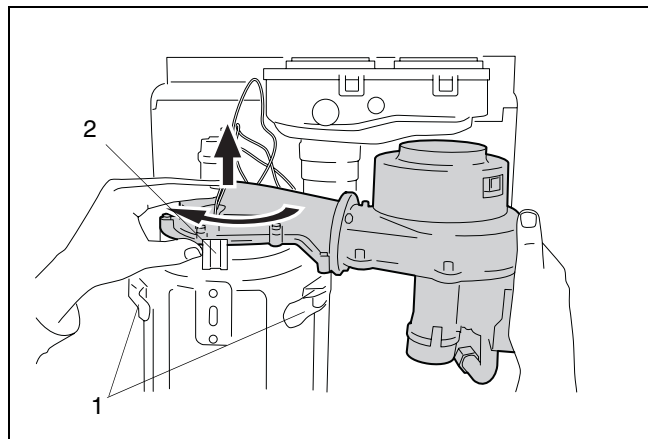

fig. 36 Fjernelse af gasluftenhed
Gasluftenheden kan kun demonteres, hvis den drejes en kvart omdrejning fortil (bajonetlukning) (fig. 36, pos. 2) og derefter løftes ud af varmeveksleren.
- Varmevekslerens forside kan nu demonteres ved at løsne snaplåsene (fig. 36, pos. 1).